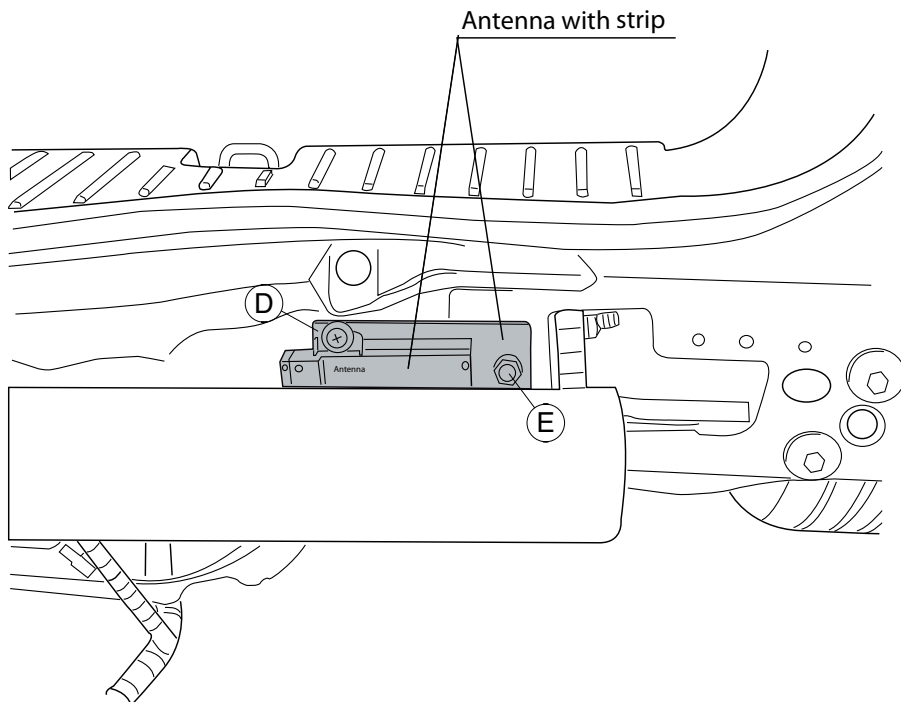

Fig.5
3. Move the antenna if present. See figure 5.
4. Place strip D on the rear wall of the vehicle and secure it to point E. See figure 5.
3. Falls eine Antenne vorhanden ist, diese verlegen. Siehe Abbildung 5.
4. Den Strip D auf der Rückseite des Fahrzeugs anbringen und bei Punkt E befestigen. Siehe Abbildung 5.
3. Le cas échéant, déplacer l'antenne. Voir la figure 5.
l'emplacement du point E. Voir la figure 5.